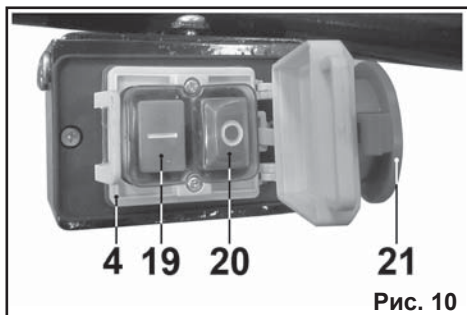

Рис. 10
8.1. Включение и выключение машины (Рис.10).